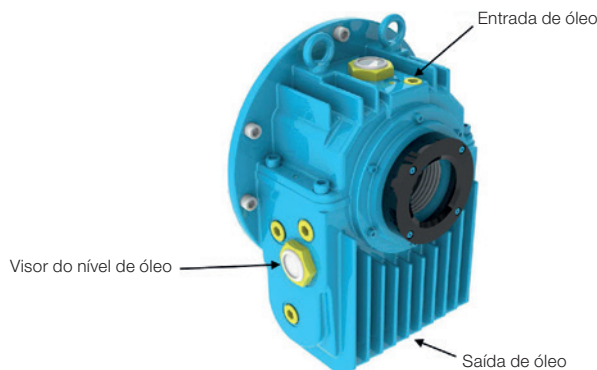

Figura 56 - Mancal de deslizamento
- Drenar o óleo através do dreno localizado na parte inferior da carcaça do mancal (conforme Figura 56);